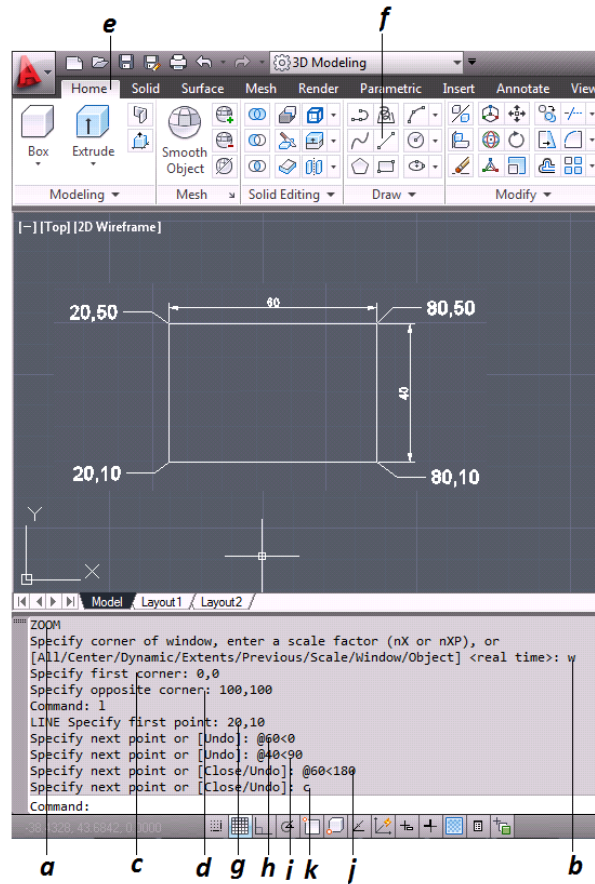

Figura 3.12 *Coordenadas Polares*
- a. Z para poder activar el comando zoom, y se presiona enter (*figura 3.12*).
- b. W para indicar que será una ventana, se presiona enter (*figura 3.12*).
- d. Como segunda coordenada será 100,100 y enter nuevamente (*figura 3.12*).
- e. Se da clic en Home (*figura 3.12*).
- f. Se selecciona el icono *línea* de la barra de herramientas (*figura 3.12*).
- g. 20,10 será el inicio de la línea (*figura 3.12*).
- h. @60<0 para indicar la 2ª coordenada (*figura 3.12*).
- i. @40<90 para indicar la 3ª coordenada (*figura 3.12*).
- j. @60<180 para indicar la 4ª coordenada (*figura 3.12*).
- k. Finalmente C para unir con el primer punto (*figura 3.12*).